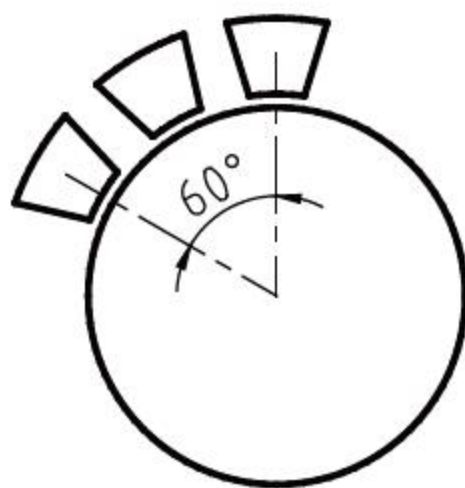

图4-55 指定填充角度
- 填充角度(F): 对象环形阵列的总角度,操作结果如图4-55所示。命令行操作如下。